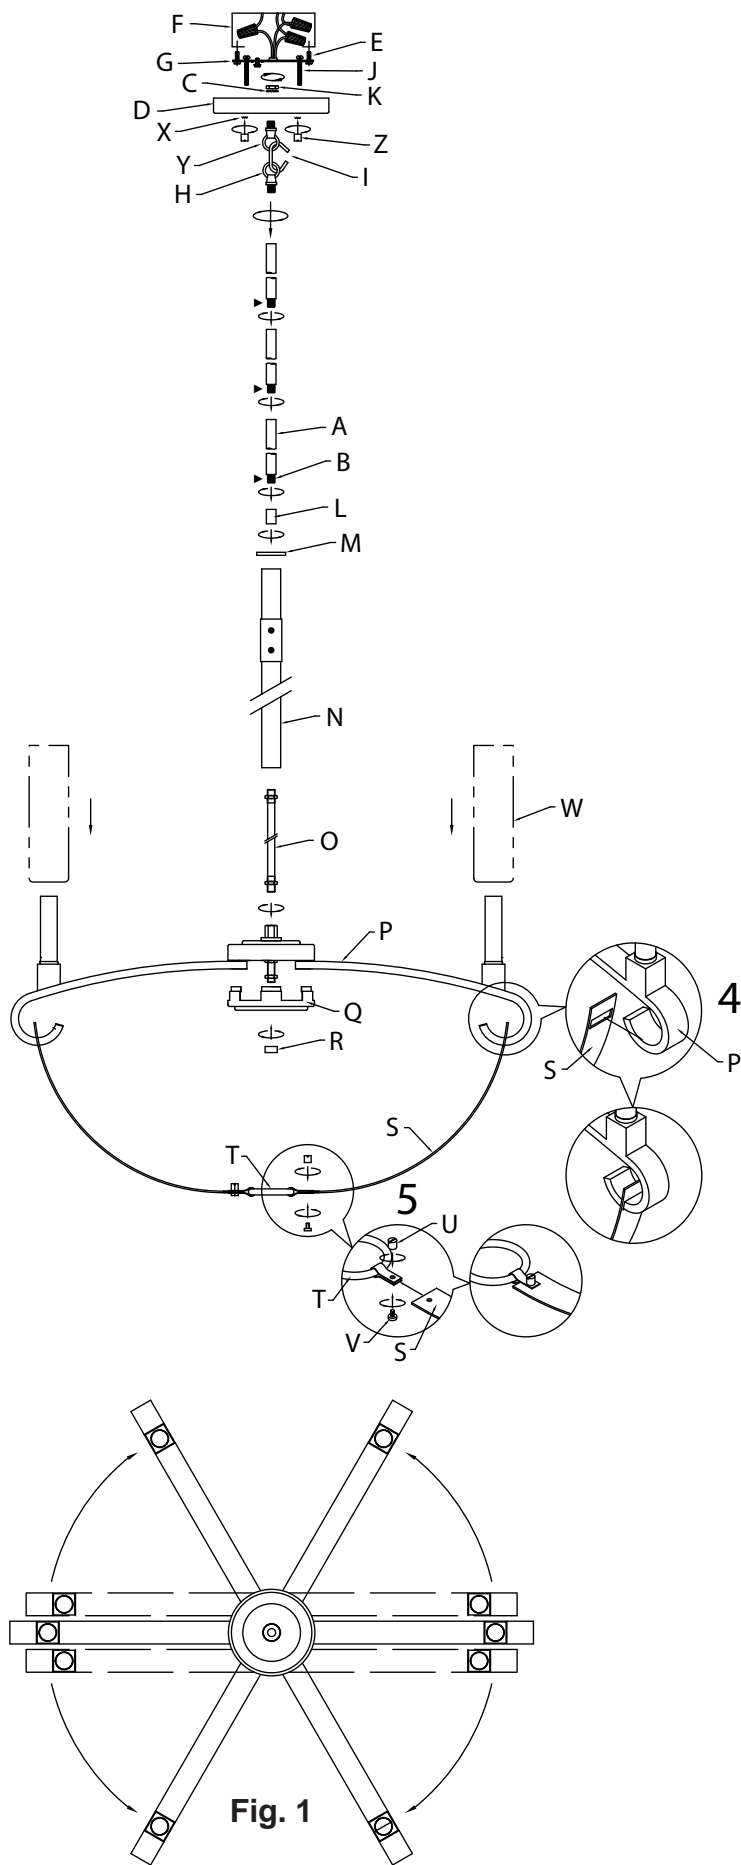

Fig. 1
- 1) Tourner les quatre (4) bras du luminaire pour les positionner correctement tel qu'illustré (Fig. 1).
- 4) Raccorder une courroie [S] à la partie principale du luminaire [P] en insérant la boucle à son extrémité dans la fente à l'extrémité de la courroie. Répéter l'opération pour les cinq (5) courroies qui restent.
- 5) Raccorder une courroie [S] à l'anneau inférieur [T] en glissant la courroie dans l'agrafe fixée sur l'anneau inférieur et en insérant la vis décorative [V] à travers l'orifice de l'agrafe et la courroie à partir de l'envers de l'agrafe. Fixer la vis sur le devant de l'agrafe en vissant le bouton [U] sur la partie filetée de la vis qui émerge. Répéter l'opération pour les cinq (5) courroies qui restent.